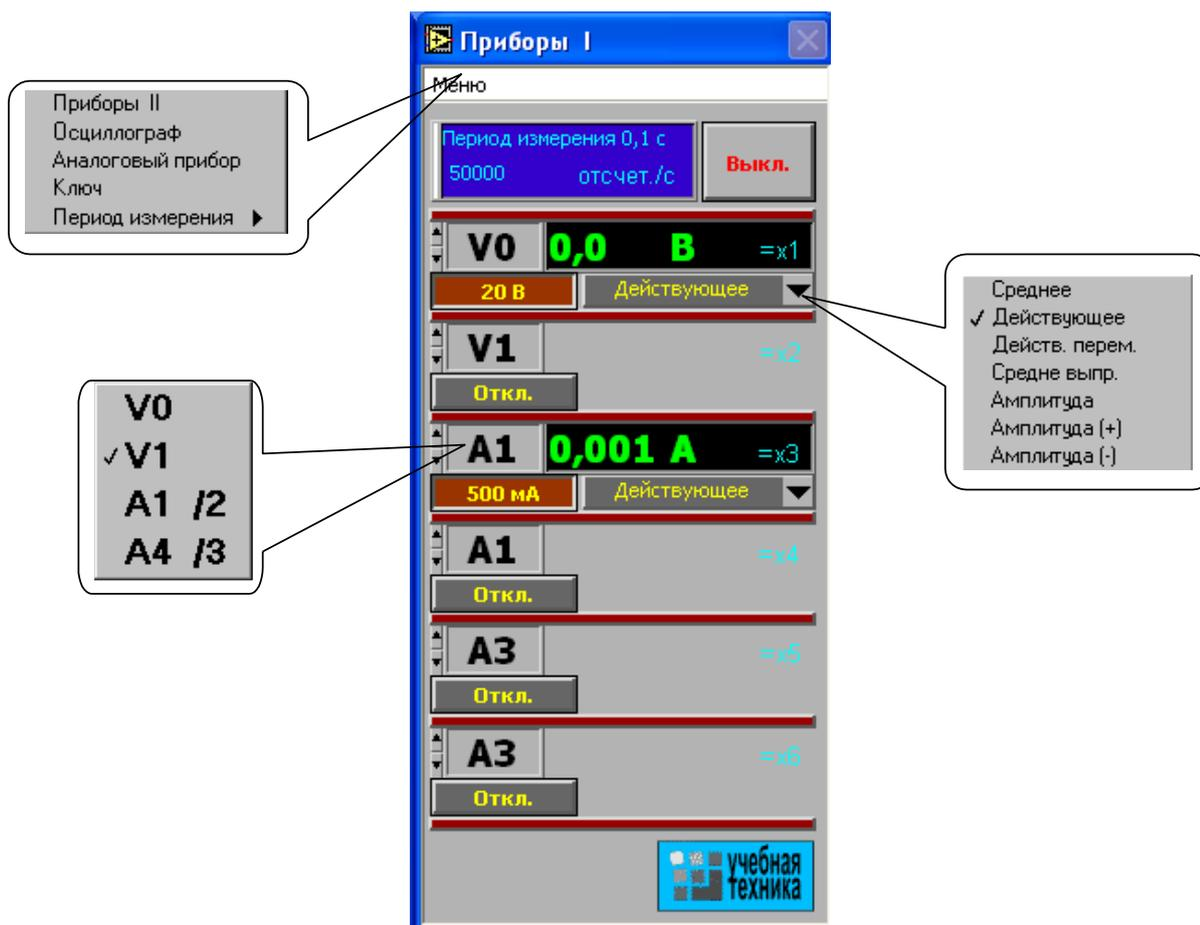

Рис. 1.13
- Активизируйте нужные виртуальные приборы, щелкнув в соответствующих окнах на кнопках «Откл». Для отключения прибора щелкните в окне предела измерения. Чем больше каналов задействовано в виртуальных измерениях тока и напряжения, тем ниже частота сканирования и меньше значений вводится в компьютер за период измерения. Период измерения, в течение которого производится ввод данных в компьютер, по умолчанию равен 0,1 с. Его можно изменить, открыв меню, как показано на рис. 1.13 и выбрав мышью строку «Период измерения».
Третий (нижний) прибор в этом блоке производит вычисления по формуле, вводимой самим пользователем. Аргументами этой формулы могут быть 4 из 8 величин $x_1 \dots x_8$ (не более!), измеряемых приборами первого и второго блоков. Обозначения $x_1 \dots x_8$ имеются на рис. 1.13 и 1.14. Например, если измеряются две активные мощности – в верхнем окне мощность источника, а в нижнем нагрузки, то третий прибор можно запрограммировать на определение КПД. Для этого нужно ввести аргументы x_7 и x_8 , напечатать формулу $y = x_8/x_7$ и щелкнуть на клавише «Начать счет».
В правом верхнем углу осциллографа (рис. 1.13) имеется движок управления степенью сглаживания фильтра (появляется только при его включении), а также меню изменения характеристик графика: непрерывный, ступенчатый, гистограмма, точечный, размер и форма точек, толщина линий и т.п. Меню открывается при щелчке на любом из изображенных там пяти лучей